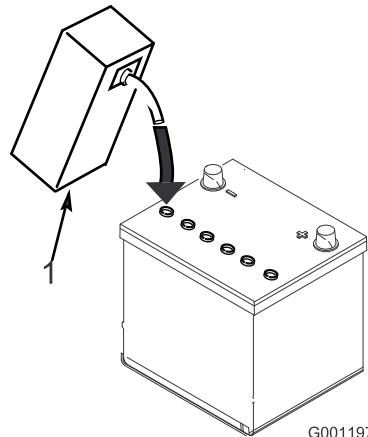

Figura 18
- Aguarde aproximadamente 20 a 30 minutos para que as placas fiquem embebidas em electrólito. Se necessário, volte a colocar electrólito até ficar cerca de 6 mm acima do fundo do depósito de enchimento (Figura 18).